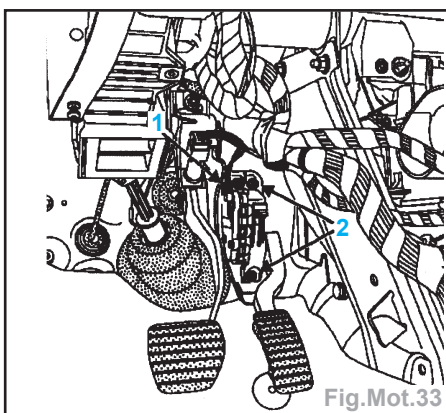

Fig.Mot.33
- Débrancher (Fig.Mot.33) :
- le connecteur (1) de la pédale d'accélérateur.